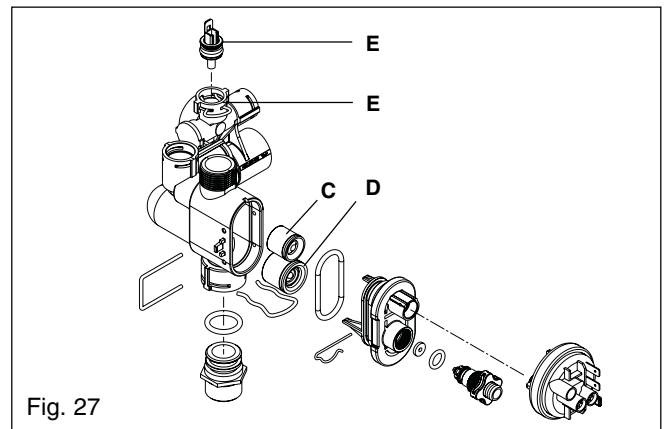

Fig. 27
**6.24 DHW THERMISTOR fig. 27**
**6.25 AUTOMATIC BY-PASS VALVE fig. 27**
**6.26 DHW NON-RETURN VALVE fig. 27**